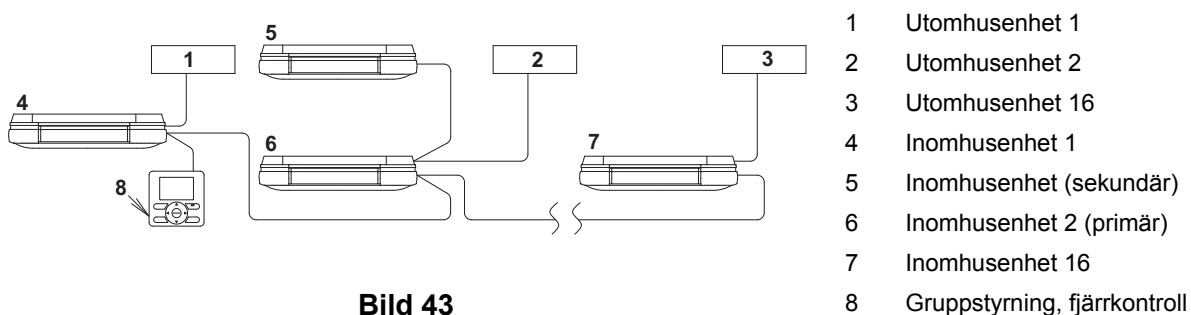

Bild 43
- Vid användning som parenhet eller huvudenhet för samtidig multidrift kan du samtidigt starta/stoppa (gruppstyra) upp till 16 enheter med fjärrkontrollen. (Se bild 43)